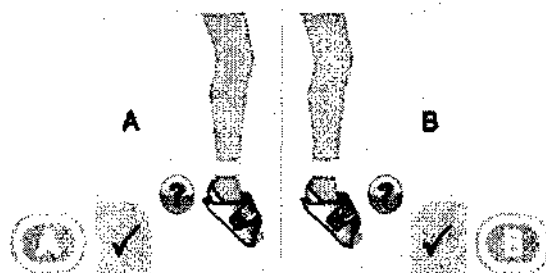

Figura 2
- Si el controlador detecta una funda correctamente acoplada pero el tipo de funda detectada no coincide con la configuración de funda seleccionada por el usuario (o la predeterminada), se activará un error de incongruencia de funda. Los errores de incongruencia de funda pueden corregirse pulsando los correspondientes botones A y B para cambiar el tipo de funda seleccionada por el usuario (pierna o pie). En el ejemplo de la figura 2 la pantalla muestra fundas de pie e indica que el usuario debe pulsar los botones A y B.